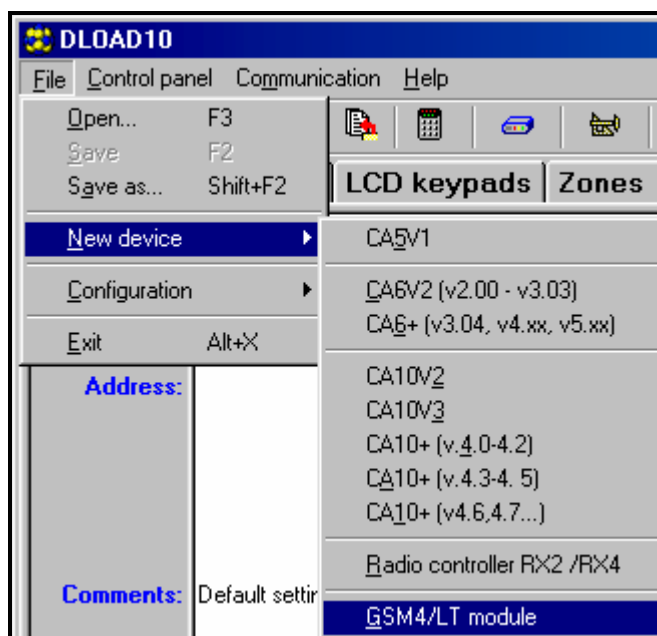

Рисунок 11.
2. Открыть окно с данными модуля, выбирая из меню программы **Файл→Новый→Модуль GSM4/LT module** (см. рисунок 11).